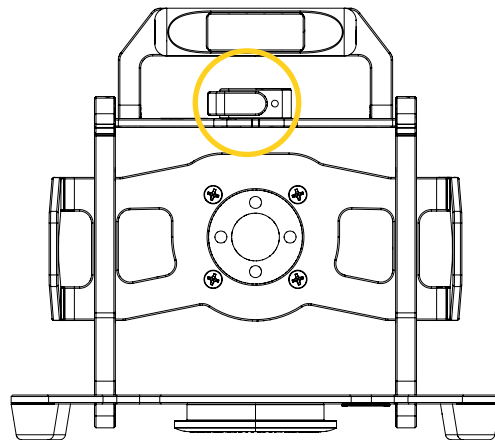

Figure 7: Déverrouillage du BP380 – GR
2. Déverrouiller le BP380 – GR à l'aide du loquet quart de tour (Figure 7). Consulter la section « Déverrouiller le BP380 – GR » à la page 18 au besoin.